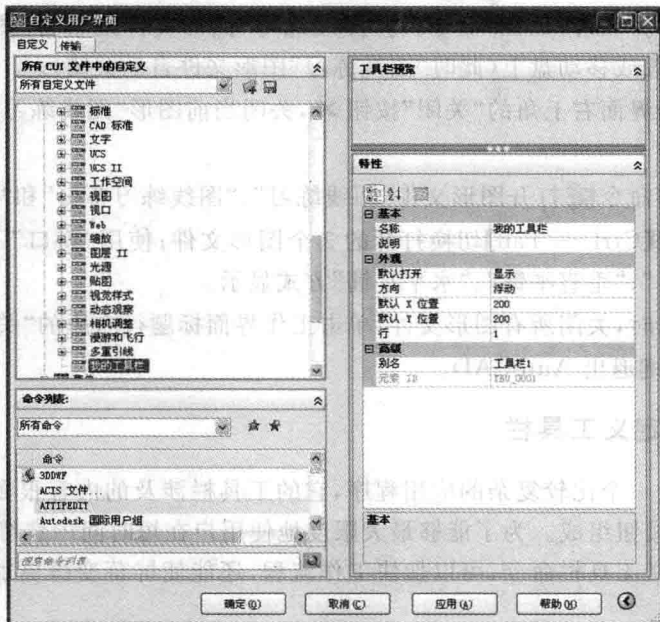

图 1-7 新建工具栏
(2) 在“自定义”选项卡的“所有 CUI 文件中的自定义”选项区域的列表框中右击“工具栏”节点,在弹出的快捷菜单中选择“新建”→“工具栏”命令。
(3) 在对话框右侧的“特性”选项区域的“名称”文本框中输入自定义工具栏名称,如“我的工具栏”,在“说明”文本框中输入自定义工具栏的注释文字,如图 1-7 所示。